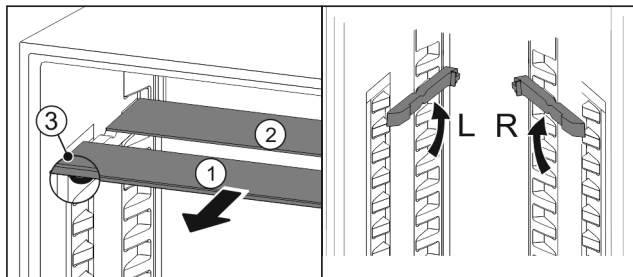

Fig. 140
- Издърпайте Fig. 140 (1) поотделно стъклените плочи напред.
- ▶ Стъклената плоча Fig. 140 (1) с декоративната лайсна е отпред.
- ▶ Ограничителите Fig. 140 (3) сочат надолу.